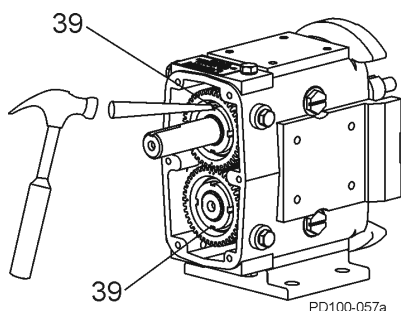

Figura 40 - Enderezar la lengüeta de bloqueo
1. Enderece la lengüeta de las arandelas de seguridad (Figura 40, artículo 39).